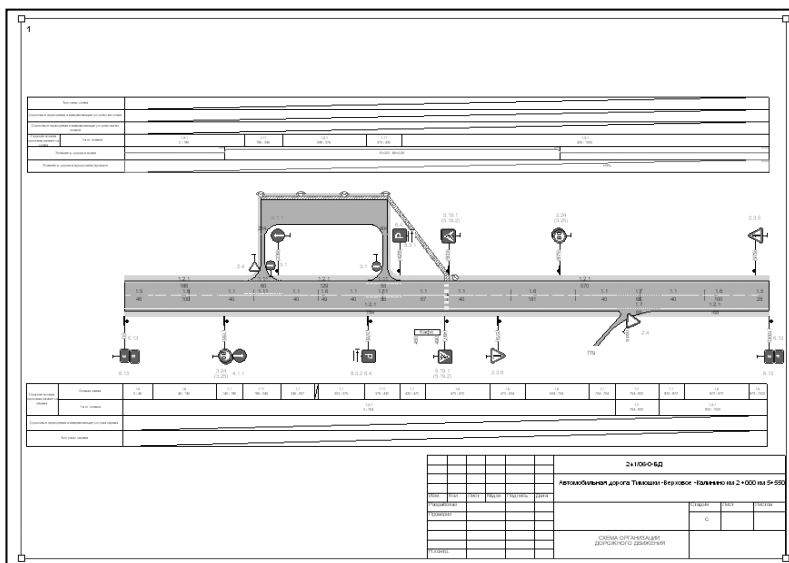

Рис. 23
- В рабочем окне произвольно укажите местоположение таблицы, например, в правом нижнем углу, как показано на рис. 23.
- Передвиньте рамку листа (рис. 23) и нажмите кнопку **Печатать**.